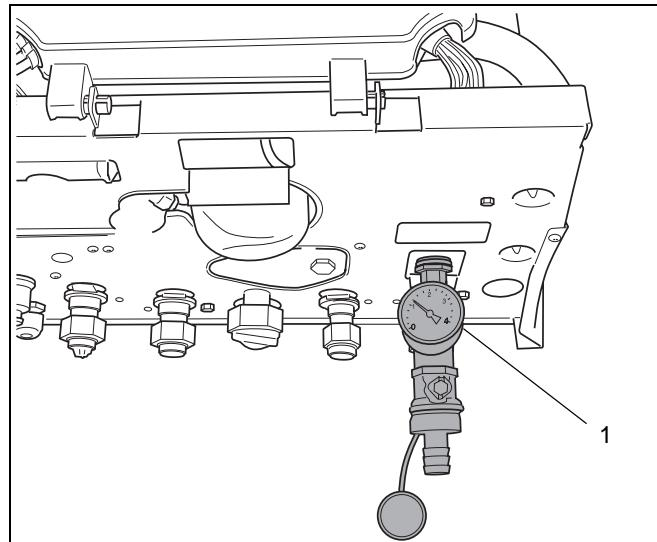

Рис. 8 Монтаж крана наполнения справа в нижней части
- Монтировать манометр давления с краном наполнения и выпуска (рис. 8, **поз. 1**).